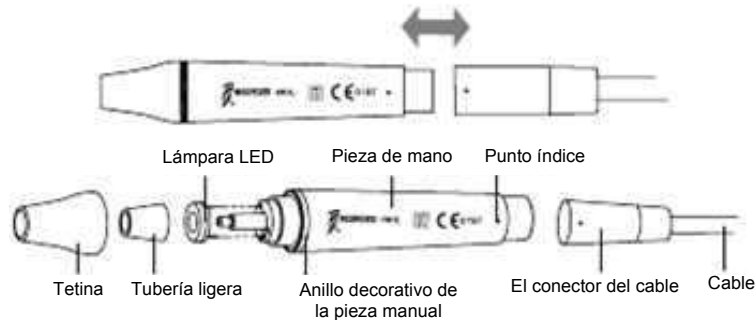

Ilustración 5
e) Croquis de la conexión de la pieza de mano desmontable mostrado en la Ilustración 5
2.1.2 Instrucciones para los componentes principales de la pieza de mano desmontable (Mostradas en la Ilustración 5):